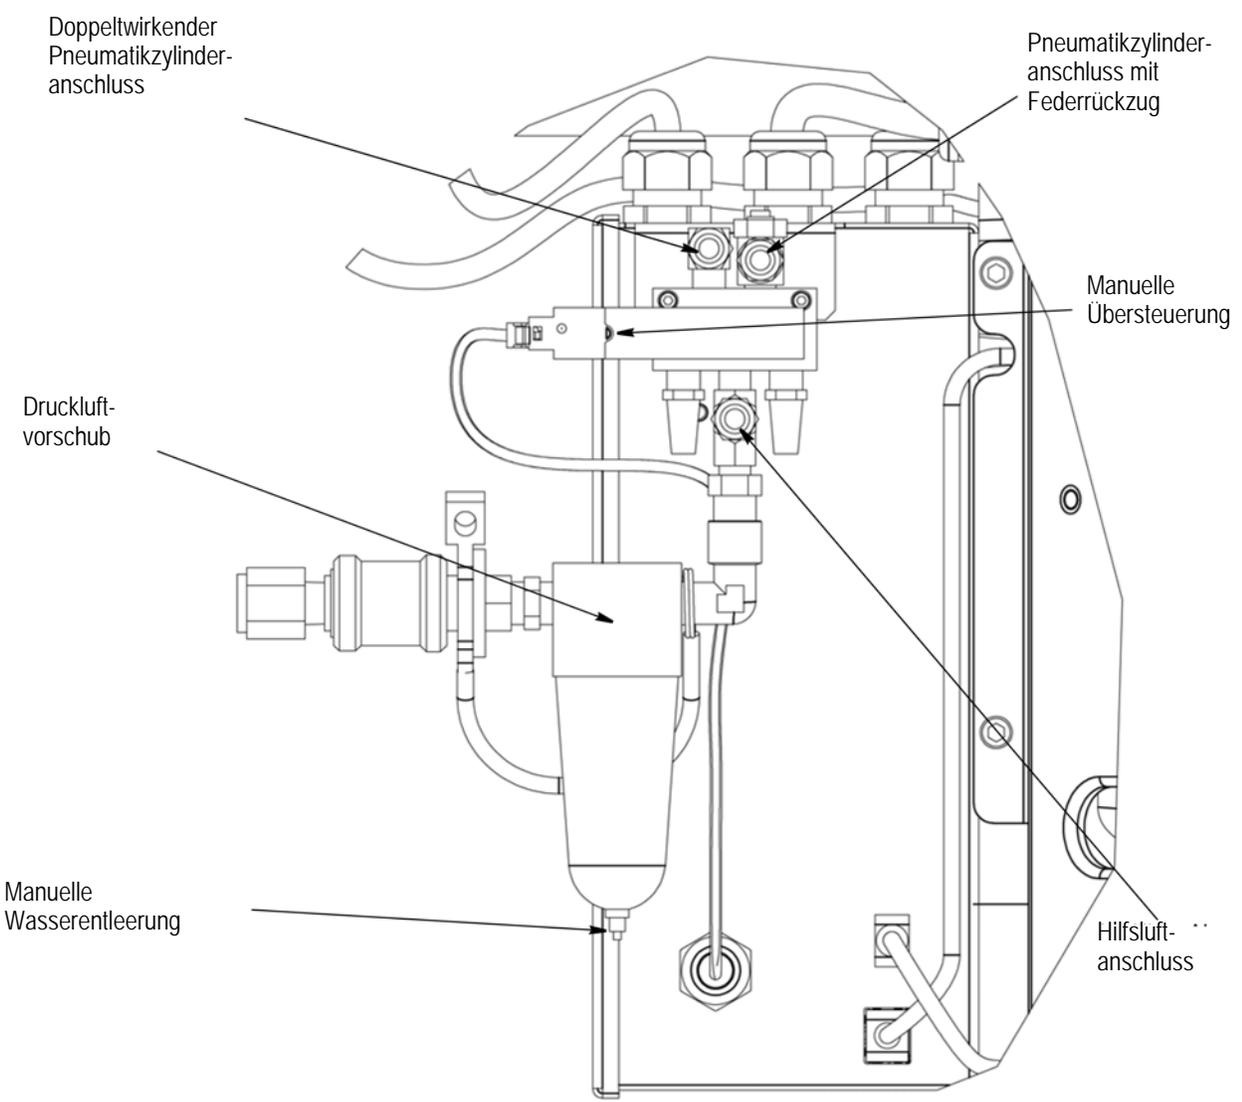

Abbildung 15
Führen Sie Schritt 2 „*Installation Procedure for Customer Use*“ der Anleitung Nr. 2161209 aus, die im Druckluftvorschub-Set Nr. 2161209-1 (Abbildung 15) enthalten ist.
12. Installieren Sie das Druckluft-Crimpwerkzeug auf der Grundplatte und verbinden Sie die zutreffenden Anschlüsse (siehe Abb. 15).
16. Um das Luftventil in abgeschaltetem Zustand zu sperren, schalten Sie die Druckluft aus und verriegeln Sie die Schiebersperre in der in Abb. 15 dargestellten Position mit einem Schloss (kundenseitig bereitzustellen).